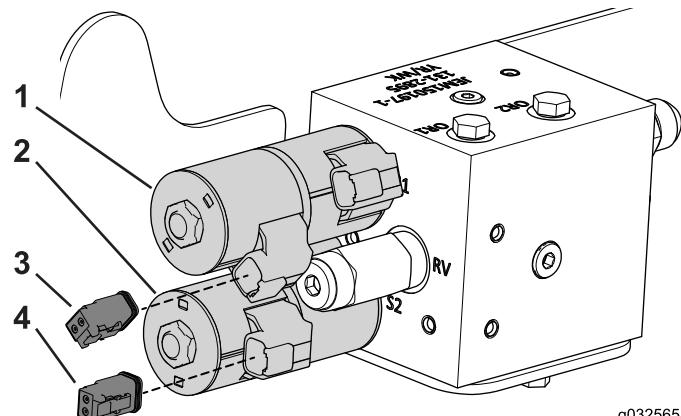

図 5
11. キット用のワイヤハーネスの中からコネクタを探し出し、ヒモをほどいて、図 5に示すようにソレノイドのコネクタに接続する。